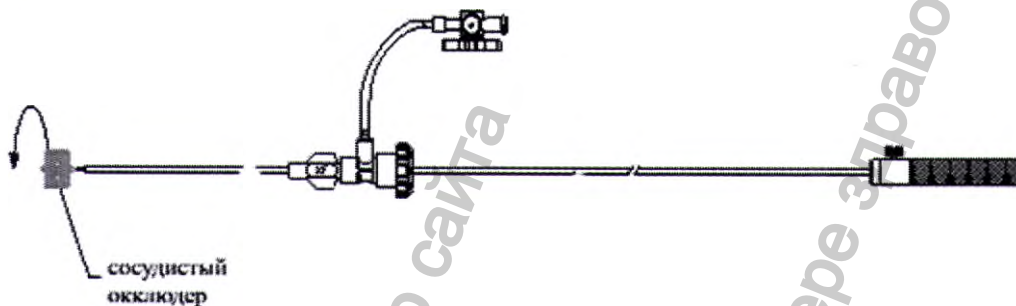
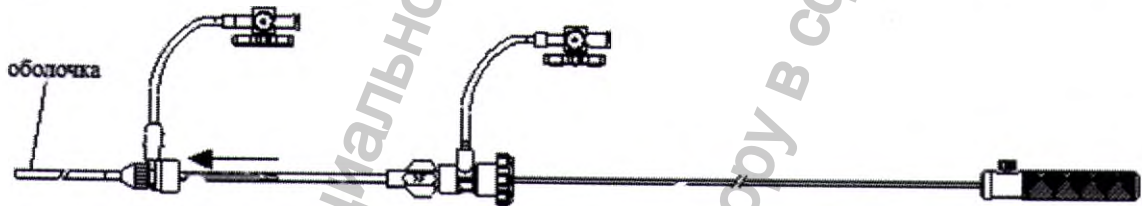

Рис. 17. Соединение доставляющего кабеля с окклюдером
Рис. 21. Вставить загрузчик, окклюдер и доставляющий кабель в оболочку.
- Соединить доставляющий кабель с окклюдером с помощью микровинта (как показано на рис. 17). Погрузить окклюдер в гепаринизированный физиологический раствор и вставить окклюдер в загрузчик (как показано на рис. 18 и 19). Промыть загрузчик через запорный кран гемостатического клапана для удаления воздуха и плотно прикрутить гемостатический клапан. Затем вставить загрузчик с окклюдером и доставляющим кабелем в оболочку (как показано на рис. 21), при этом продолжая промывать загрузчик. Примечание. Вставляя окклюдер в загрузчик, несколько раз ввести и вывести окклюдер для полного удаления воздуха.
Рис. 20 Если дальний конец без винта оказался втянут в загрузчик, необходимо извлечь окклюдер из гемостатического клапана в направлении А и повторно вставить его (рис.17–19).